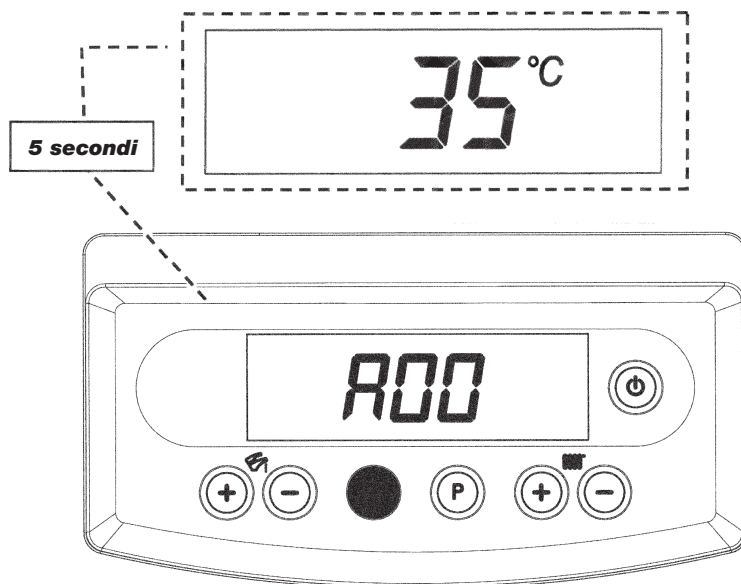

Figura 10
- Tenere premuto il tasto ⏻ per circa 6 secondi. Quando la funzione è attiva il display visualizza la scritta “A00” (...“A07”) che si alterna al rispettivo valore (figura 10);